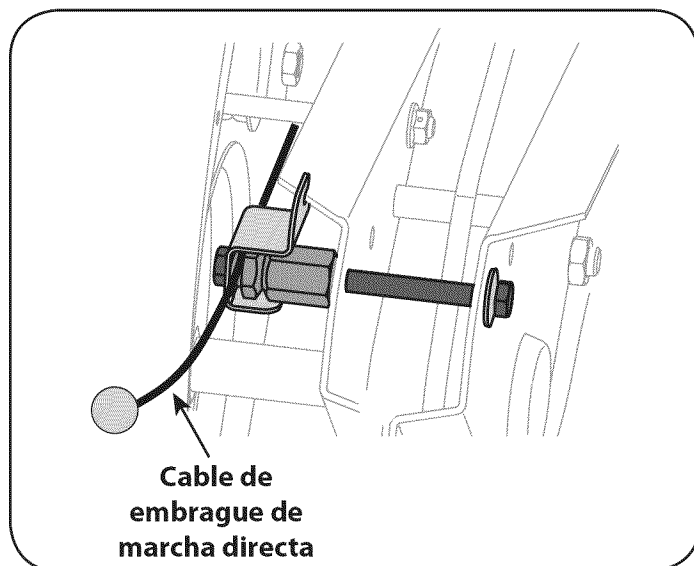

Figura 1
1. Identifique el cable del embrague de marcha directa. Vea la Figura 1.